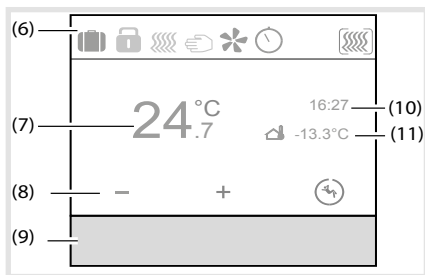

Bild 3: Grundanzeige
Die Solltemperatur wird durch den Betriebsmodus definiert und kann über das Menü **Betriebsmodus - Ferienbetrieb** oder **Einstellung** verändert werden. Der gewählte Betriebsmodus, die aktuelle Uhrzeit und die gemessene Raumtemperatur werden im Display beispielhaft angezeigt (Bild 3). Die Displayinhalte können je nach Einstellung verschieden dargestellt werden. Die obere Status-Zeile gibt den aktuell eingestellten Status des Gerätes symbolisch wieder (6).